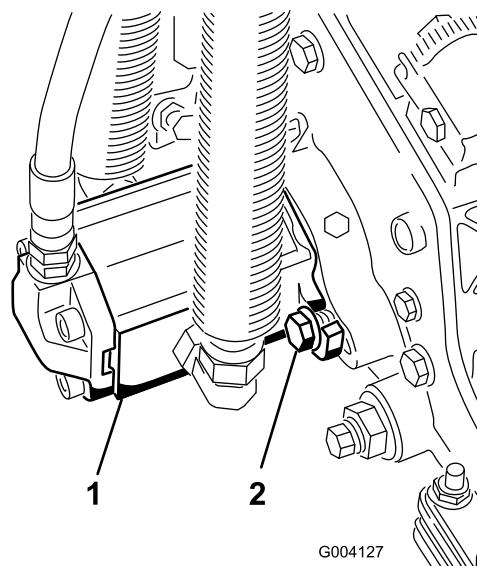

図 15
10. モータを手を持ち、右回りにひねってモータのフランジをキャップスクリュから逃がしながら、キャップスクリュにモータをセットする (図 15)。モータを左回りにひねって、キャップスクリュにフランジをしっかりと掛け、キャップスクリュを締めてモータを固定する。